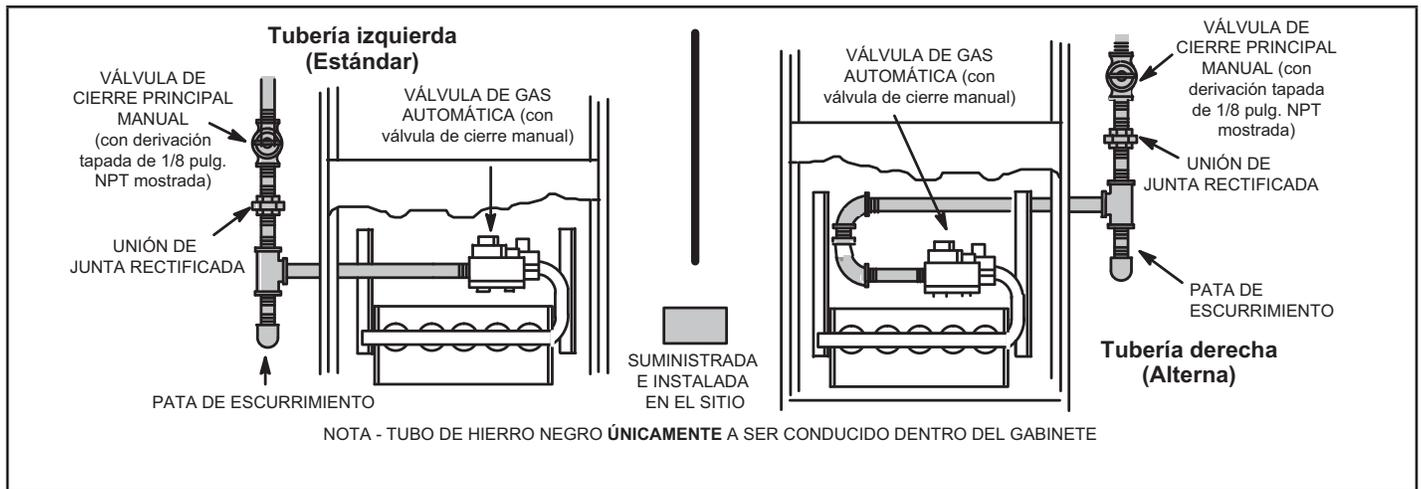

FIGURA 56
- 1 - La tubería de gas se puede conducir a la unidad desde el lado izquierdo o lado derecho. La tubería de suministro entra a la válvula de gas desde el costado de la válvula como se muestra en la FIGURA 56. Conecte la tubería de suministro de gas a la válvula de gas. La torsión máxima es de 800 pulg-libras y la torsión mínima es de 350 pulg-libras cuando se conecte la tubería de gas a la válvula de gas.
- 3 - La tubería de gas no debe tenderse a través de los conductos de aire, canaletas de ropa, chimeneas o ventilación de gas, montaplatos o el hueco del ascensor. Centre la línea de gas en el centro del agujero para tuberías. La línea de gas no debería tocar el costado de la unidad. Ver la FIGURA 56.